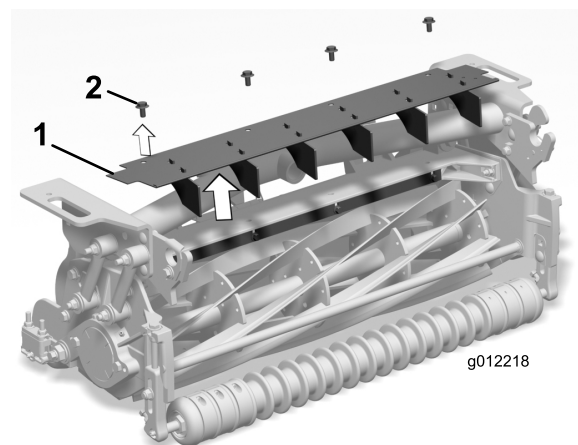

Рисунок 6
1. Выверните 4 болта с фланцевыми головками, которые крепят передний щиток и дефлекторы травы к раме режущего блока (Рисунок 6).